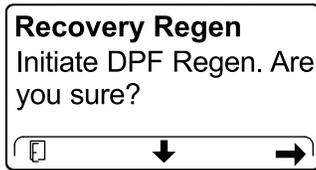

Figura 86
4. Nella schermata INITIATE DPF REGEN premete il pulsante destro per continuare (Figura 86).